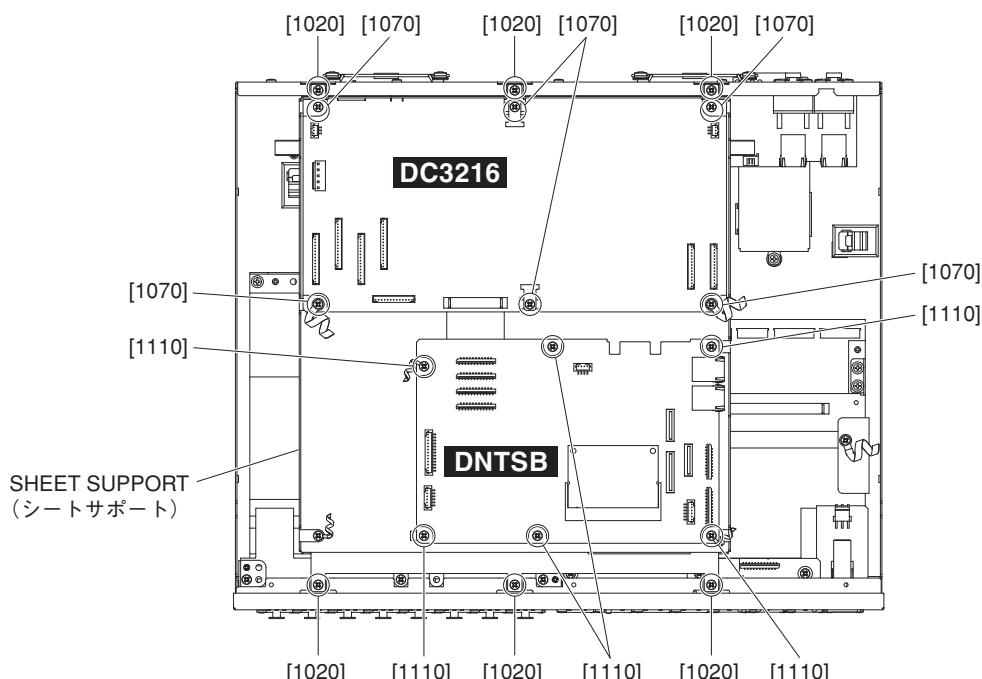

Fig. 3 (図 3)
- 2-3. Remove the six (6) screws marked [1070]. The DC3216 circuit board can then be removed. (Fig. 3)
- 2-3. [1070] のネジ 6 本を外して、DC3216 シートを外します。(図 3)
- 3-2. Remove the six (6) screws marked [1110]. The DNTSB circuit board can then be removed. (Fig. 3)
- 3-2. [1110] のネジ 6 本を外して、DNTSB シートを外します。(図 3)
- 4-3. Remove the six (6) screws marked [1020]. The sheet support can then be removed. (Fig. 3)
- 4-3. [1020] のネジ 6 本を外して、シートサポートを外します。(図3)